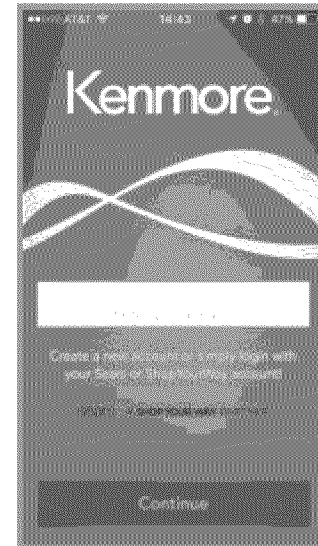

Figura 22
3. Siga las instrucciones para crear una cuenta nueva con su dirección de correo electrónico preferida, o use la dirección de correo electrónico de su cuenta ShopYourWay™ de Sears (Figura 22).